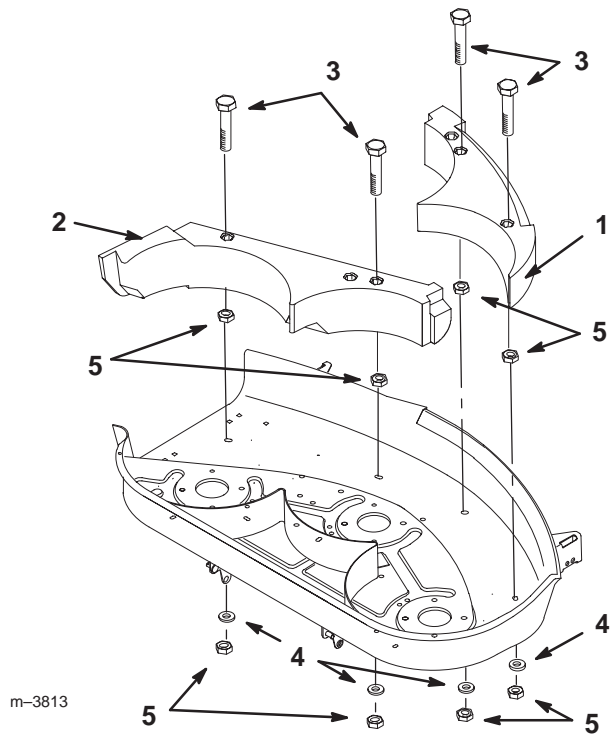

Figure 15
2. Montez le déflecteur gauche et le déflecteur droit dans la chambre de coupe de sorte que les pattes prolongées soient verrouillées ensemble. Fixez-les avec 4 contre-écrous (5/16 pouce) et 4 rondelles de blocage (Fig. 15).